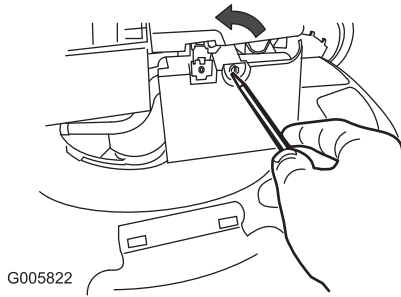

Bild 23
1. Öffnen Sie die Luftfilterabdeckung mit einem Schraubenzieher (Bild 23).